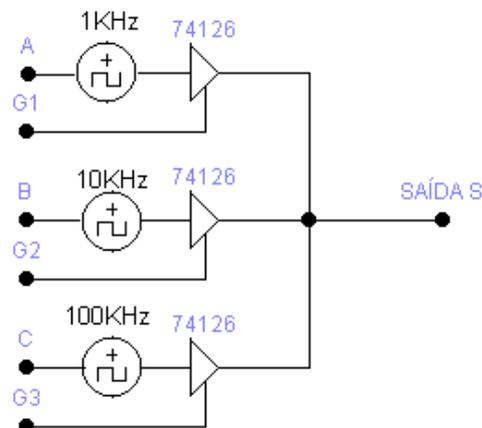

Figura 4 Circuito de Barramento com Gates Tri-States.
3.2.4. Montar o circuito da Figura 4, utilizando as saídas dos osciladores do módulo de montagem Datapool (1KHz, 10KHz e 100KHz), tomando o seguinte cuidado: o circuito 74126 pode ser facilmente queimado. Somente uma das entradas habilitadoras (G1 G2 G3) pode estar no nível “1” de cada vez. Visualizar a saída no multímetro modo medida de frequência.
3.2.6. Por que no circuito da Figura 4, se mais de uma porta for habilitada ao mesmo tempo pode acarretar na queima do circuito? O que acontece no circuito para que ocorra essa queima?